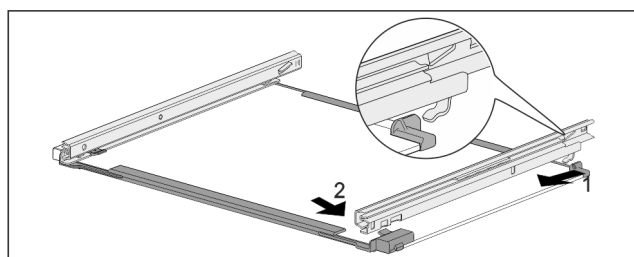

Fig. 192 Steklena plošča z vodili
- ▶ Vodilo obesite na kavelj na zadnji strani. Fig. 192 (1)
- ▶ Vodilo zaskočite na sprednji strani. Fig. 192 (2)